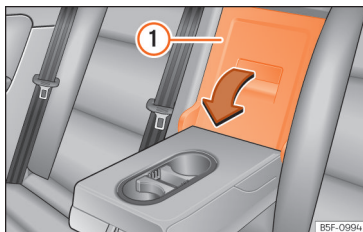

Abb. 155 An der Rückseite der Mittelarmlehne: Öffnung der Durchladeeinrichtung.
- Ziehen Sie den Entriegelungshebel in Pfeilrichtung und schwenken Sie den Deckel der Durchladeeinrichtung » Abb. 155 ① vollständig nach vorn.